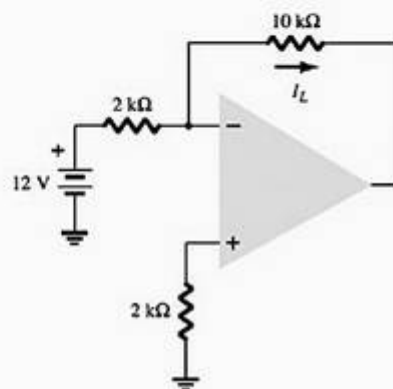

Figura 14.53 Problema 11.
11. Para o circuito da Figura 14.53, calcule I_L .